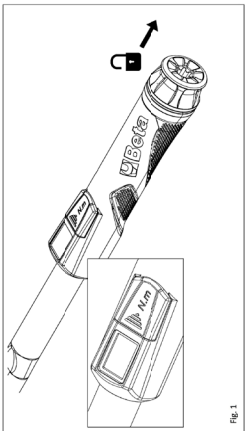

Fig. 1
- Chiave in modalità spenta, sbloccare la chiave tirando il sistema pull/push posto all'estremità dell'impugnatura (fig. 1).
- Wrench in OFF mode; unlock the wrench through the pull/push system at the end of the handle (fig. 1).